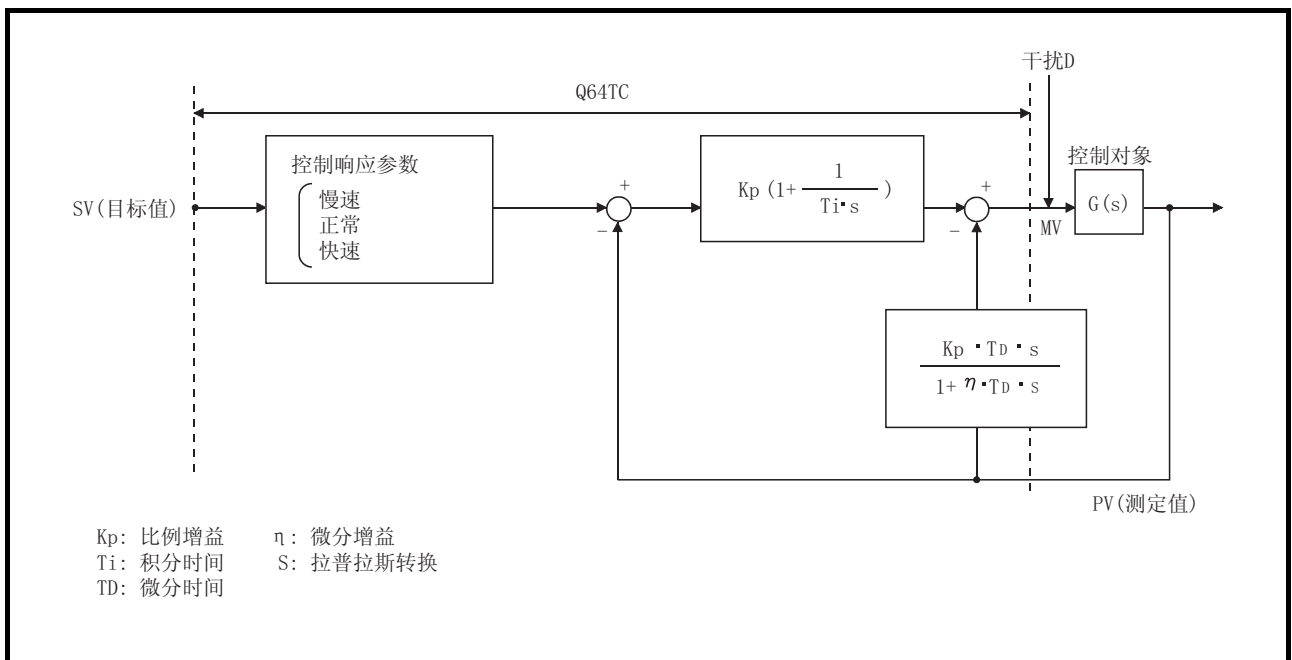

图 1.6 测定值不完全微分型 PID 控制算法
(1) 测定值不完全微分型 PID 控制的算法如图 1.6 所示。